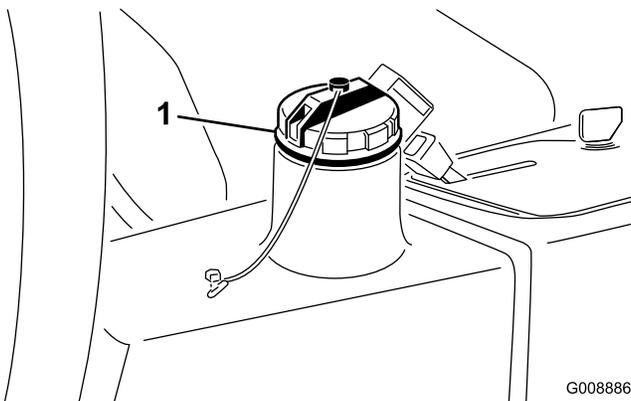

Figure 57
3. Remplissez le réservoir (Figure 57) d'environ 13,2 litres d'huile hydraulique (voir Contrôle du niveau de liquide hydraulique).